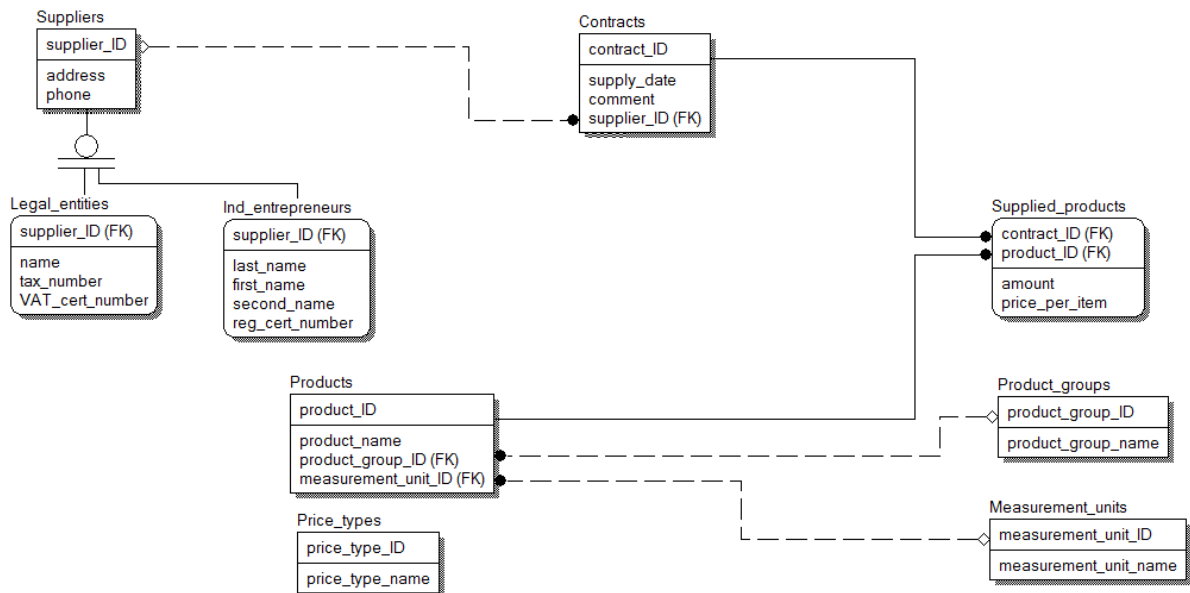

Рисунок 3
5. Створення категоріальних зв'язків для дочірніх сутностей в ієрархії успадкування (рисунок 3).